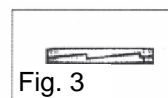

Fig. 3
1. Ta bort muttern (A) och brickorna (B) från skruven på rotationsanordningen.
3. Kontrollera att styrpinnen (C) går in i hålet (D) i fästet.
Anmärkning: Kontrollera att brickorna (B) sitter rätt innan ihopmonteringen (fig. 3).
4. Dra fast brickorna (B) och muttern (A) på skruven för rotationsanordningen.
5. Ihopmontering av rörskaftet (E). Kontrollera att blockeringsstiften (F) går in i hålen i röret så att skaftet sitter ordentligt fast i balken.